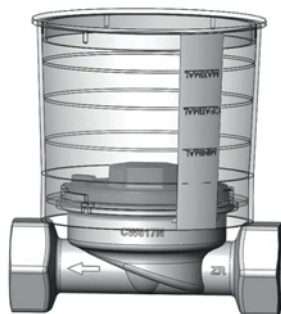
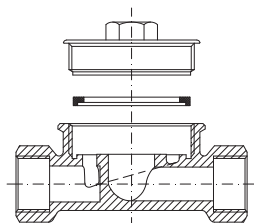

Fig. 1
Fig. 2
- 7.2. L'elemento a incasso UPT viene fornito con guarnizione ad anello inserita e con coperchio avvitato (vedi fig. 1). In presenza di un elemento a incasso UPT con raccordo filettato, proseguire al punto 7.3. In presenza di un elemento a incasso UPT con collegamento brasato: Rimuovere la valvola, il coperchio e la guarnizione ad anello. Brasare i collegamenti e poi farli raffreddare. Inserire la guarnizione ad anello a L nell'elemento a incasso UPT sotto la filettatura della testa nell'apposita scanalatura, avvitare con cura il coperchio e montare la calotta a vista (vedi fig. 2).